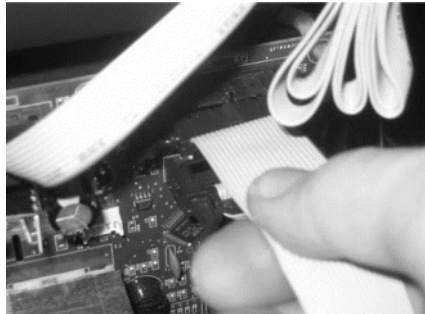

Figure 135 – Installation du chrono thermostat
Dans le cas d'une télécommande câblée, les fils noir et gris doivent être connectés au récepteur comme illustré à la Figure 135.
c) Connectez les fils au connecteur de contact MARCHE/ARRÊT (Figure 135-e) ; faites passer les fils à travers la fente sur le côté de l'équipement dans la salamandre (Figure 135-f) ;
d) Monter l'interface dans la pièce correspondante et brancher la fiche de l'unité de commande externe (contact On/Off) sur la position « remote » (Figure 135- i).